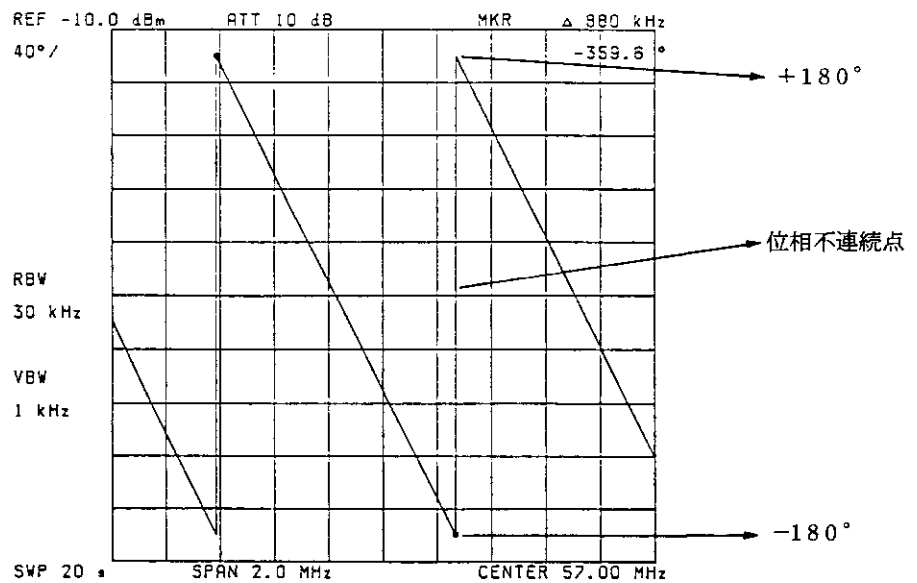

図 6-10 位相表示の読み方
- ① [図 6-10]に 50MHz~60MHz の SAW フィルタの位相測定例を示します。